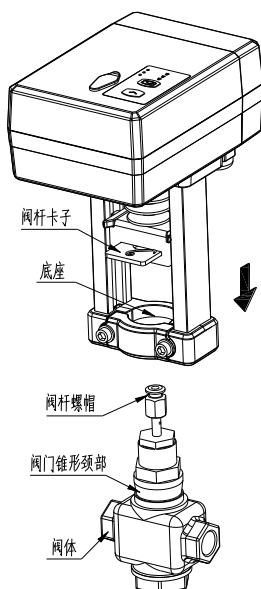
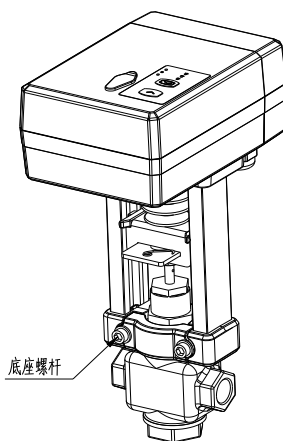
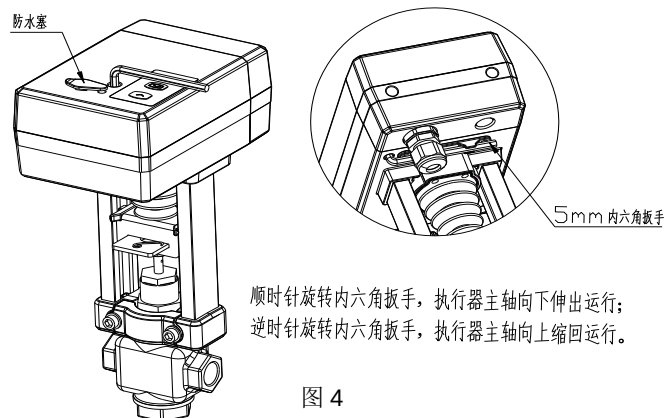

图 1
图 2
图 4
接线端子定义如下表。由于产品具有多种选型，实际接线应按照产品上的接线图接线。该表中的“向下动作”和“向上动作”是指执行器在垂直安装时(见图 1-图 4)的动作方向。
2. 上述描述中的“上”和“下”是指当执行器垂直安装时(如下图 1-图 4 所示)所指的方向。
1.上电自适应(SW6: OFF): 产品出厂默认为此模式。即执行器通电后直接进入此模式，此时执行器工作状态指示灯为橙色常亮，执行器将自动先向下运行直到最下端位置，再立即向上运行直到最上端位置(“上”和“下”是指当执行器垂直安装时,如下图 1-图 4 所指的方向)，再进一步运行到控制信号对应位置。如此时为“断信号”情况，则按“断信号”程序执行。
进入：同时长按  5s 以上，进入本地控制模式，指示 LED 为红色常亮。此时，单独按  执行器向上运行，单独按  执行器向下运行(“上”和“下”是指当执行器垂直安装时,如下图 1-图 4 所指的方向)。
执行器可以用内六角扳手插进防水塞内孔(图 4)里进行手动操作。在通电情况下操作时, 电机自动断电, 确保手动操作安全。当内六角扳手退出后, 电机重新运行。手动操作过程中, 若内六角扳手出现传动打滑, 是因为执行器主轴运行受阻或已达到运行方向上的最大极限位置。此时, 应停止操作, 否则会损坏执行器。
1. 执行器与阀门安装固定: 如图 1, 把执行器如箭头示意方向套入阀体, 推动执行器的阀杆卡子, 对准卡入阀杆螺帽环形槽内, 并将执行器底座卡入阀门颈部锥形台阶, 如图 2, 锁紧底座螺杆, 使其牢固的与阀门安装。